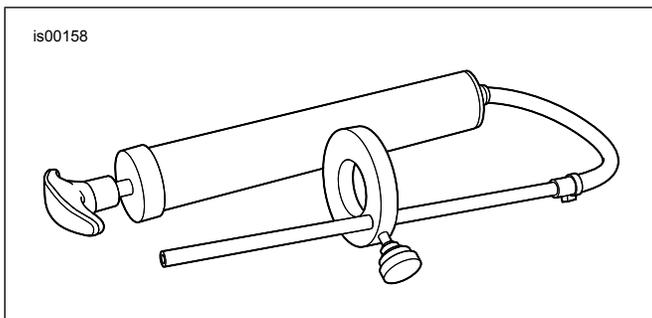

Figura 2. Indicador de nivel de aceite de la horquilla delantera (HD-59000B)
- a. Vea Figura 2. Obtenga el Front Fork Oil Level Gauge (indicador de nivel de aceite de la horquilla delantera) (número de pieza HD-59000B).